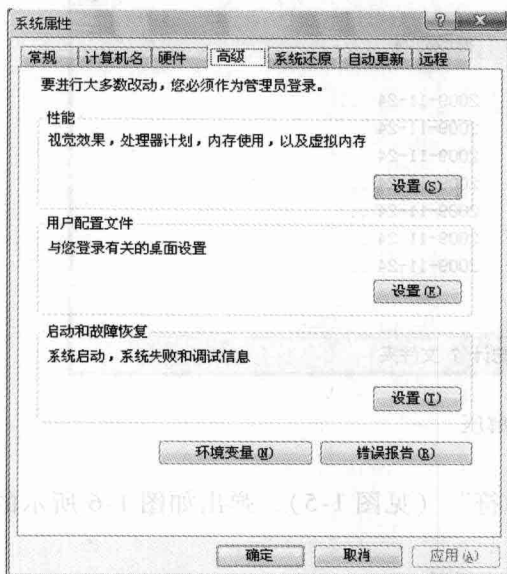
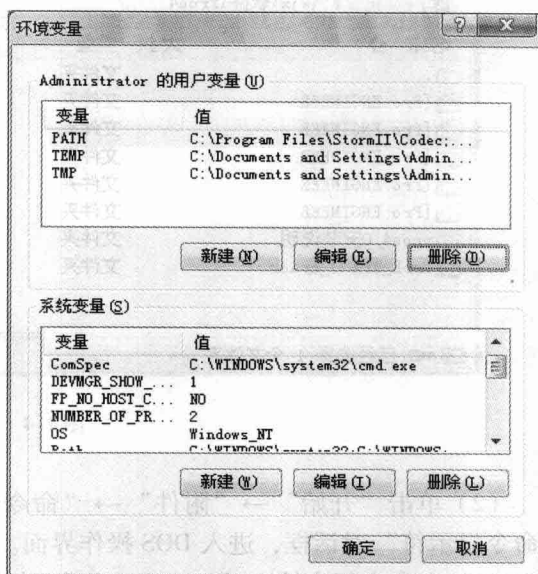

图 1-1 “系统属性”对话框
图 1-2 “环境变量”对话框
(1) 右击“我的电脑”→“属性”, 在弹出的“系统属性”对话框 (见图 1-1) 中单击“高级”, 并单击“环境变量”按钮, 系统弹出如图 1-2 所示的“环境变量”对话框。